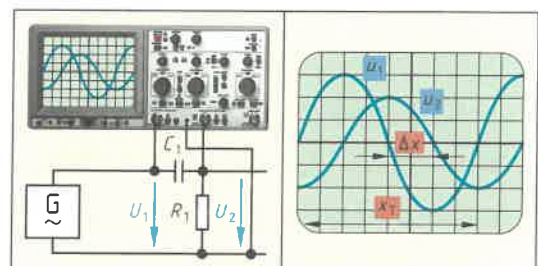

Bild 4: Messen der Phasenverschiebung mit dem Oszilloskop
13. Bestimmen Sie im **Bild 4** den Phasenverschiebungswinkel zwischen der Spannung  $U_1$  und  $U_2$ .